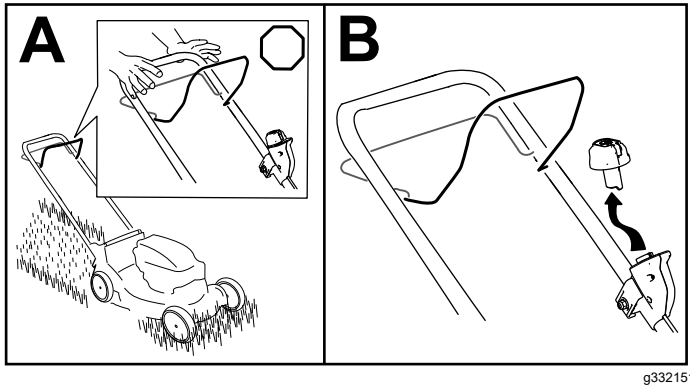

Figura 13
1. Suelte la barra de control de la cuchilla (Figura 13, A).
2. Retire el botón de arranque eléctrico del arrancador eléctrico (Figura 13, B).